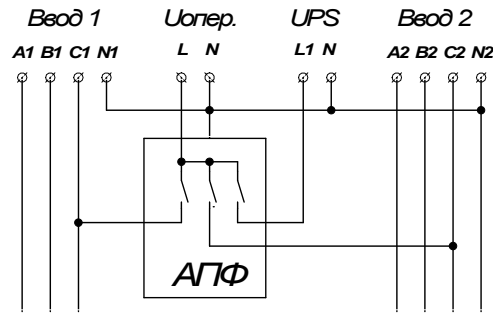

Рис.11 Схема получения оперативного питания с использованием АПФ и UPS
- 6.2.4. Схема получения оперативного питания с использованием автоматического переключателя фаз (АПФ) и UPS. Пример схемы изображен на рис. 11. Это наиболее надежное и эффективное решение.